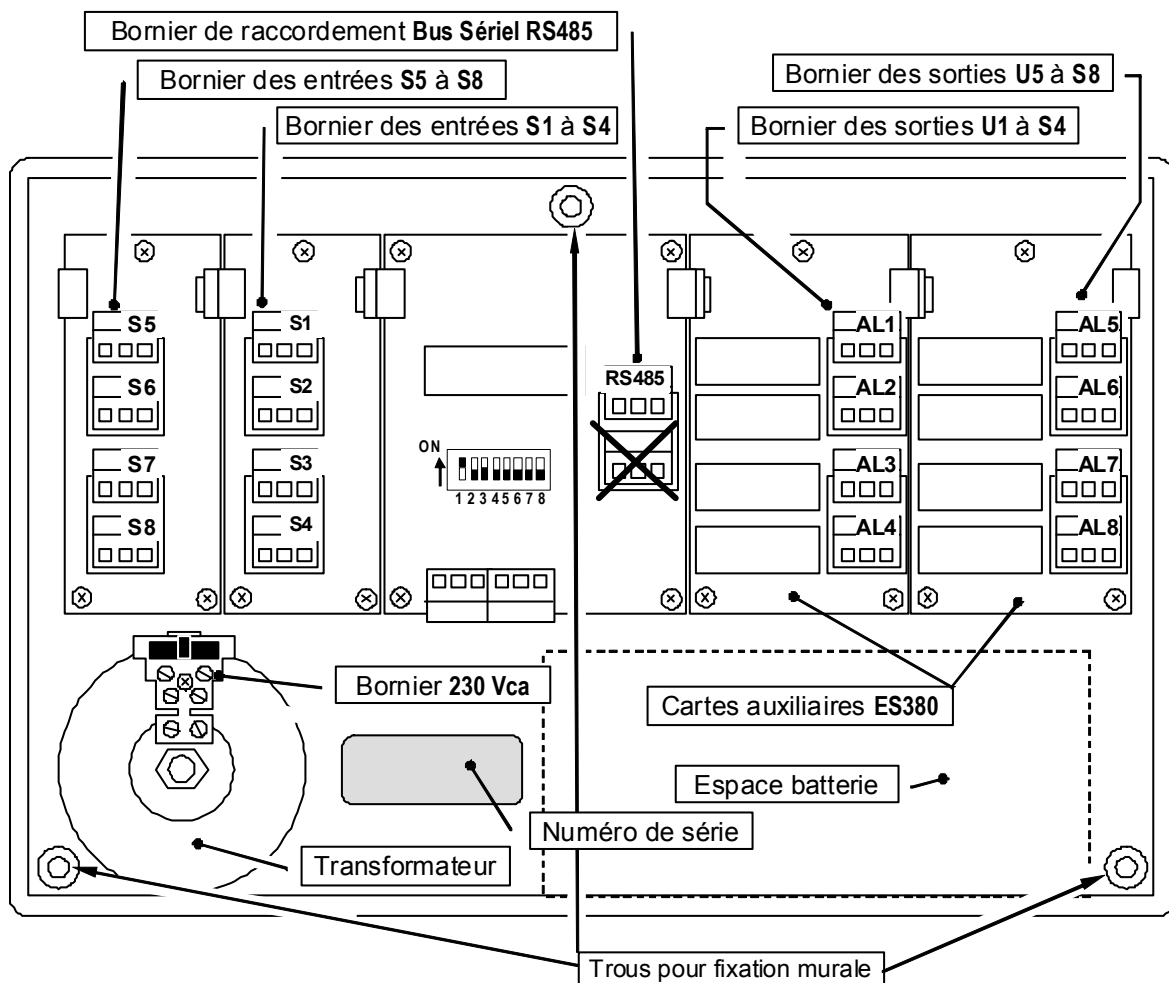

Fig 2 – Vue interne base CE380 équipée de 2 ES380
Borniers: (fig.2) Sur la carte de fond se trouvent les borniers pour le raccordement des entrées et des sorties. Les borniers sont à connexions polarisées (1); Il est conseillé d'utiliser du câble souple (2) et d'ancrer les câbles à la structure de l'armoire afin d'éviter les phénomènes de traction mécanique excessifs sur les borniers et les circuits. Utiliser un tournevis (3) de dimensions appropriées.